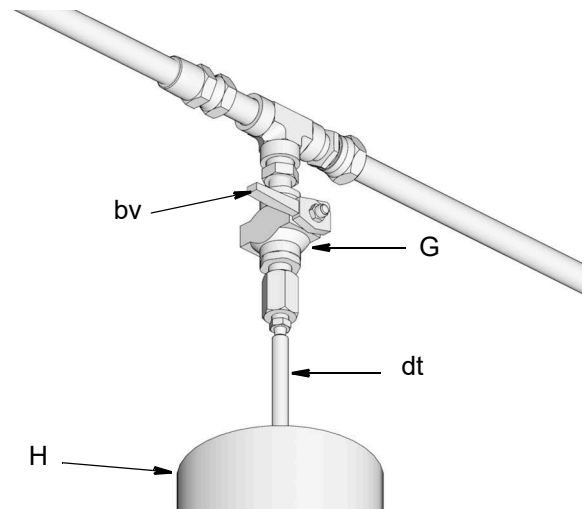

図 19: インラインの取り付けが表示されています
- a. 補充ポンプと自動充填遮断間の圧力開放は、ボールバルブ (bv) を開いて行って下さい (図 19)。圧力が開放されて余剰の液体がドレンチューブ (dt) から流れ出し、潤滑剤収集容器 (H) に入ります。